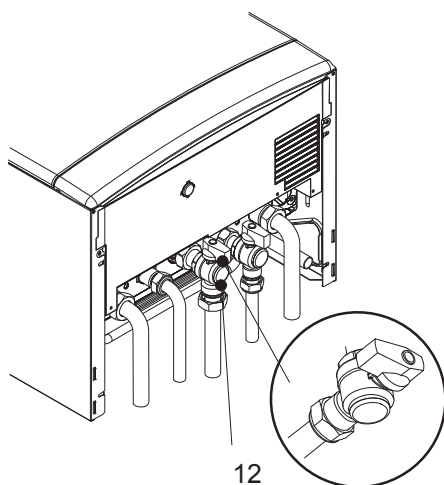

Fig. 7.1
- 1 Check that the gas cock (12 in Fig. 7.1) fitted under the boiler is turned off and the appliance is switched off at the mains isolating spur.
- 1 Проверьте, чтобы газовый кран (12 на рис.7.1), расположенный под котлом, находился в закрытом положении и автомат подключения котла был выключен.